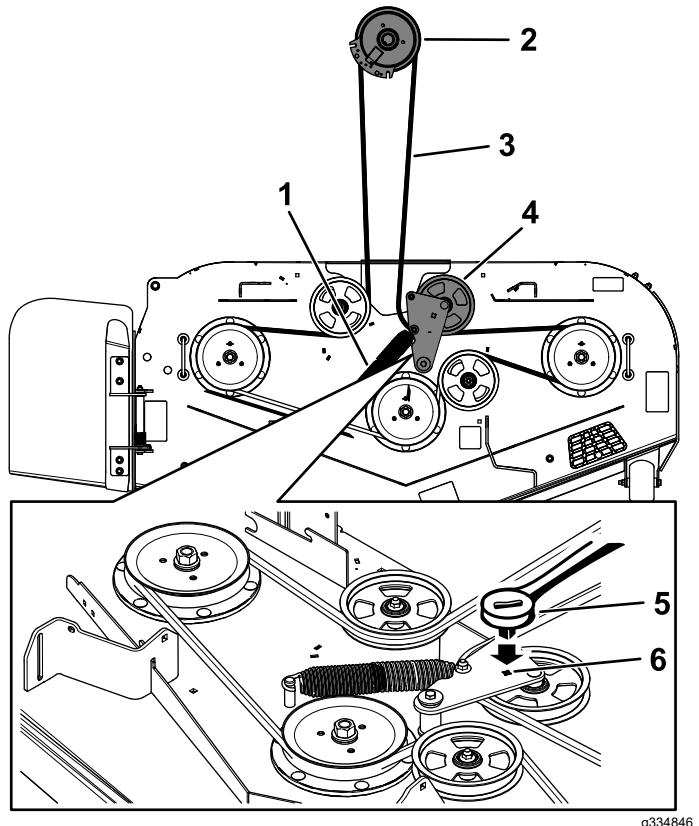

Figura 63
8. Inserite un cricchetto da  $\frac{3}{8}$ " nel foro quadrato del braccio di rinvio per allentare la molla del tendicinghia (Figura 63).
10. Togliete il guidacinghia dal braccio di rinvio a molla (Figura 63).
12. Montate la nuova cinghia attorno alle pulegge del tosaerba e alla puleggia della frizione, sotto il motore (Figura 63).
13. Montate il guidacinghia sul braccio di rinvio (Figura 63).
14. Con il cricchetto da  $\frac{3}{8}$ " nel foro quadrato, montate la molla del tendicinghia (Figura 63).